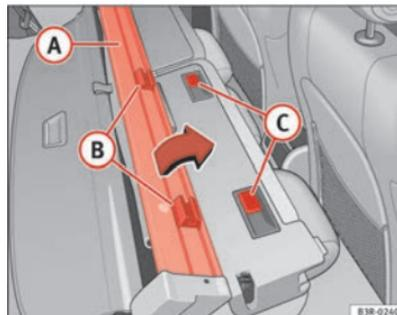

Abb. 123 Gepäckraumabdeckung / Trennnetz einbauen ▶
- Setzen Sie das Trennnetz **A** so an der Rückenlehne an, dass sich die Halterungen **B** vor den Halteschienen **C** befinden ⇒ Seite 153, Abb. 123.